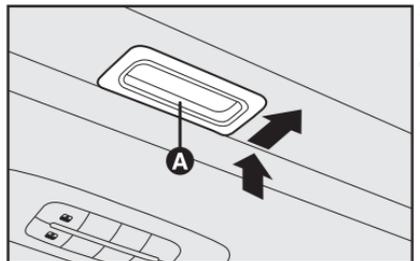

fig. 90
- actúe en el asidero **A-fig. 90** en la posición de cerrar;